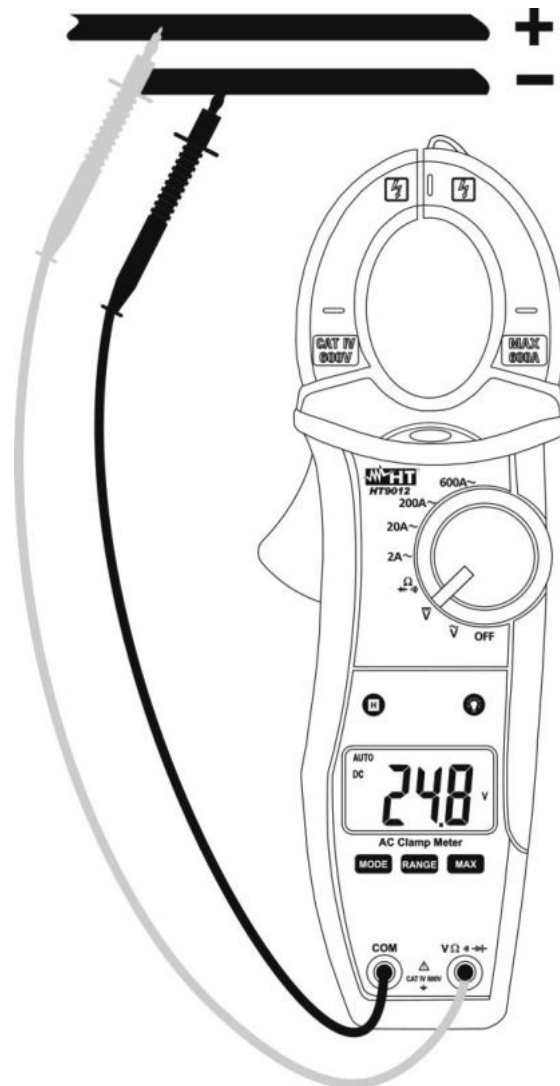

Fig. 3: Uso della pinza per misura di Tensione DC
3. Inserire il cavo rosso nel terminale di ingresso $V_{\Omega} \rightarrow (+)$ e il cavo nero nel terminale di ingresso **COM** (vedere Fig. 3)
6. La visualizzazione del simbolo "-" sul display dello strumento indica che la tensione ha verso opposto rispetto alla connessione di Fig. 3